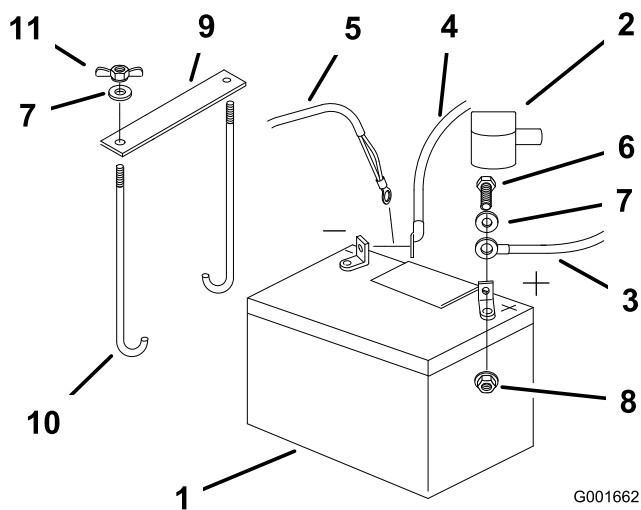

Figure 42
4. Commencez par débrancher le câble négatif et le câble de masse de la borne négative (-) de la batterie (Figure 42).
5. Enlevez le capuchon rouge de la borne positive (rouge) de la batterie. Débranchez ensuite le câble positif (rouge) de la batterie (Figure 42).
6. Retirez les deux écrous à oreilles (1/4 pouce) de fixation de la barrette de maintien de la batterie (Figure 42).
1. Placez la batterie dans son support en tournant les bornes vers le moteur (Figure 42).
4. Fixez les câbles avec 2 boulons (1/4 x 3/4"), 2 rondelles (1/4 pouce) et 2 contre-écrous (1/4 pouce) (Figure 42).
6. Fixez la batterie en position avec des boulons en J, une barrette de maintien et 2 rondelles (1/4 pouce), ainsi que 2 écrous à oreilles ((1/4 pouce)) (Figure 42).